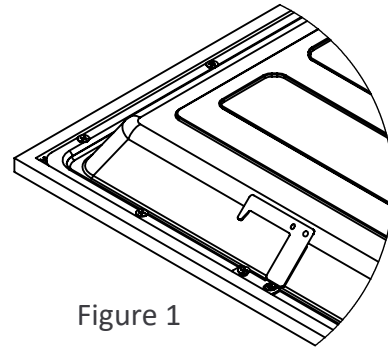

Figure 1
2. Dévissez (4) crochets de grille en T, **Figure 1**, et jetez-les chacun crochet comprenant les (2) vis de chacun.